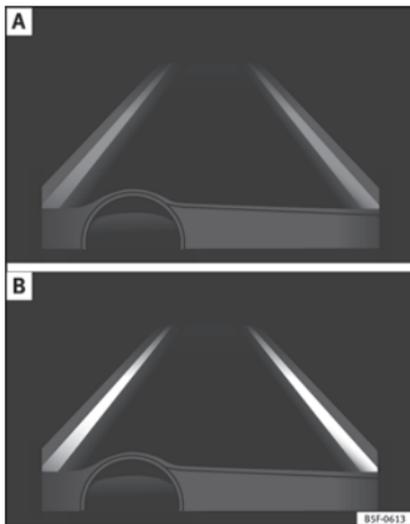

Fig. 162 Sul display del quadro strumenti: indicazione sul display del dispositivo di assistenza per il mantenimento della corsia (esempio 1).
- Il dispositivo è attivo ma non è disponibile, perché non è stato raggiunto il limite minimo di velocità o perché non viene rilevata la segnaletica della corsia » » fig. 162 A.
questo momento non sta correggendo la traiettoria » » fig. 162 B.